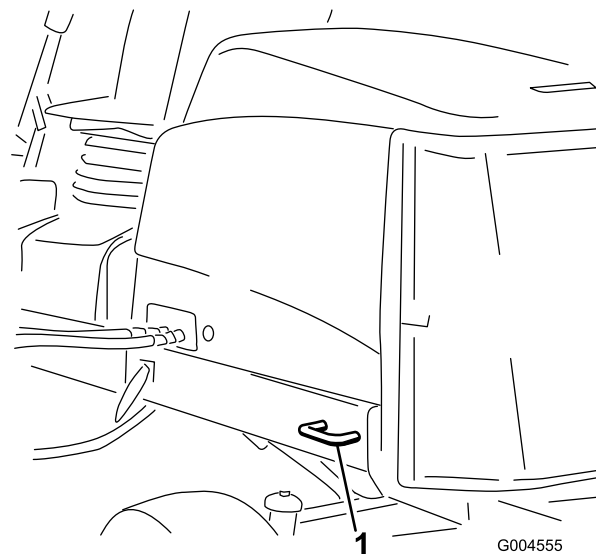

Figure 47
- Arrière – chaque côté de la machine sur le châssis arrière (Figure 47).